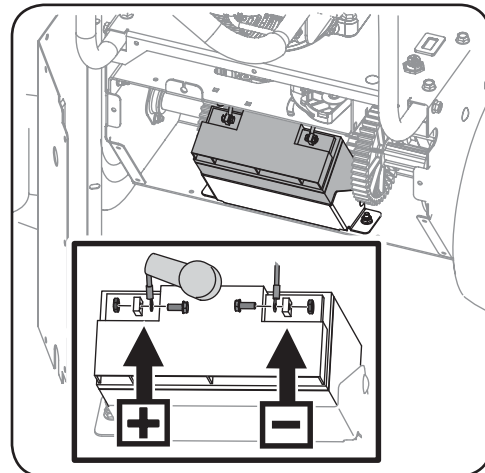

Figure 3-2
4. Branchez le câble rouge à la borne positive (+) de la batterie avec un boulon et un écrou. Voir Figure 3-2.
6. Branchez le câble noir à la borne négative (-) de la batterie avec un boulon et un écrou. Voir Figure 3-2.